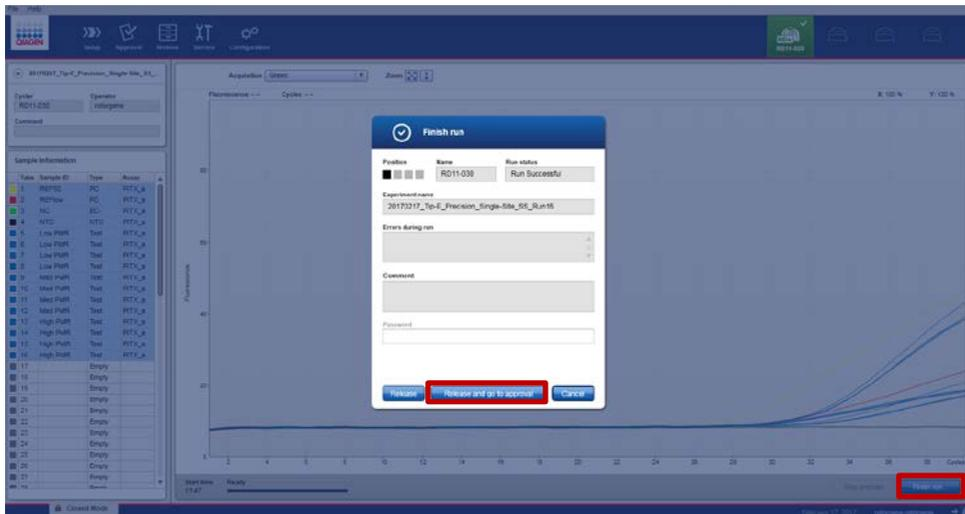

Figure 12. Fin de l'analyse.
2. Après avoir cliqué sur « Finish run », entrer le mot de passe et cliquer sur « Release and go to approval » (valider et passer à l'approbation)(Figure 12).